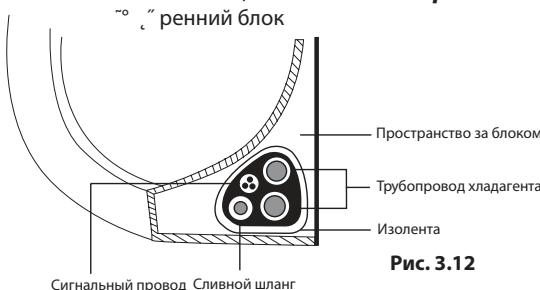

Рис. 3.12
1. Свяжите сливной шланг, трубы хладагента и сигнальный кабель, как показано на **рис. 3.12.**
3. Оберните сигнальный провод, трубы хладагента и сливной шланг изоляционной лентой, связав их в плотный пучок. Дважды проверьте, что все элементы связаны в пучок, как показано на **рис. 3.12.**